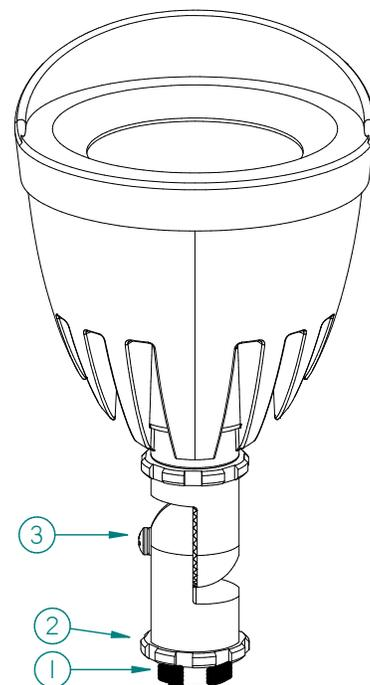

FIGURE 1
Monture d'articulation (Fig. 1):
•Vissez le luminaire sur la boîte électrique en utilisant le filetage 1/2-NPS sur le porte-fusée (1).
•Serrez légèrement le luminaire à l'aide de la clé à écrou de blocage ou de la pince de verrouillage de canal (2).
•Dirigez le projecteur dans la direction souhaitée, puis serrez à fond le contre-écrou et vis à tête fendue (pos. 3, fig. 1).